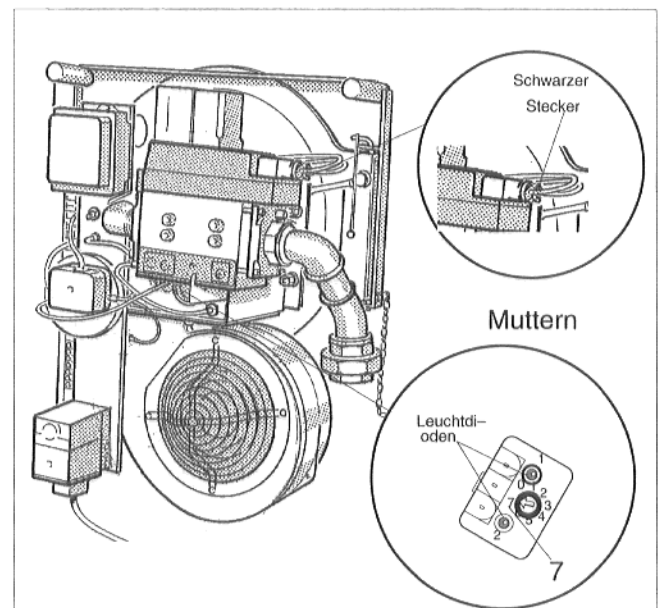

Abb.13: Brennergröße 65–110 kW
- Der Brenner muß auf Störung gehen! Leuchtet dabei eine bzw. beide Leuchtdioden des Flammenwächters muß der Flammenwächter ausgetauscht werden (s.u.). Dies kann durch die Sichtöffnung beobachtet werden (Abb.13).
In Betrieb müssen beide Leuchtdioden leuchten. Leuchtet nur Leuchtdiode 1 bzw. Leuchtdiode 2 (Abb.13), so ist der Flammenwächter zu reinigen bzw. auszutauschen (s.u.).
- Muttern Brennergehäuse lösen (Abb.13), Mischgehäuse zur Seite klappen.
- **Rechten schwarzen** Stecker an der Gasarmatur entfernen. Es muß eine Störabschaltung nach max. 1 Sekunde erfolgen (Abb.13).